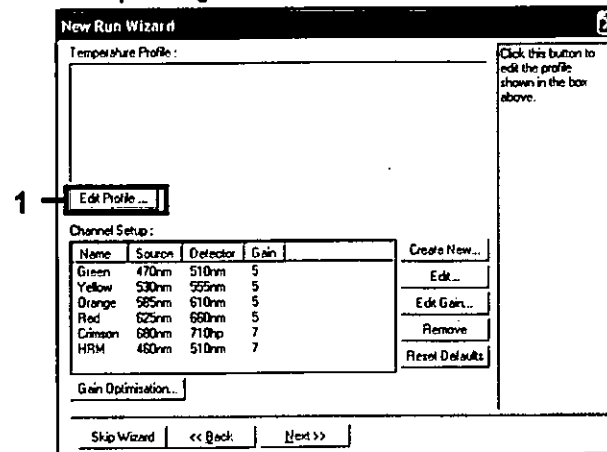

Ilustración 3. Edición del perfil.
- Haga clic en el botón "Edit Profile" (Editar perfil) situado en el cuadro de diálogo "New Run Wizard" (Asistente para series nuevas) (consulte la ilustración 3) y programe los parámetros de la serie analítica a partir de los pasos siguientes.